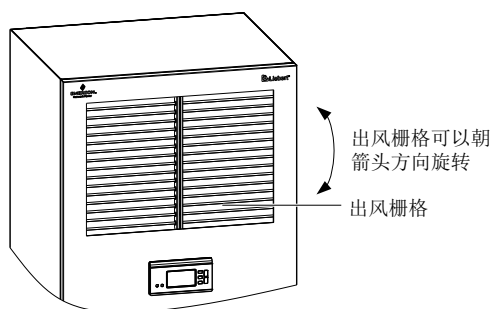

图2-8 调节气流方向
4. 上下摆动出风格栅以调整室内机气流方向，调整角度为 45 度，如图 2-8 所示。